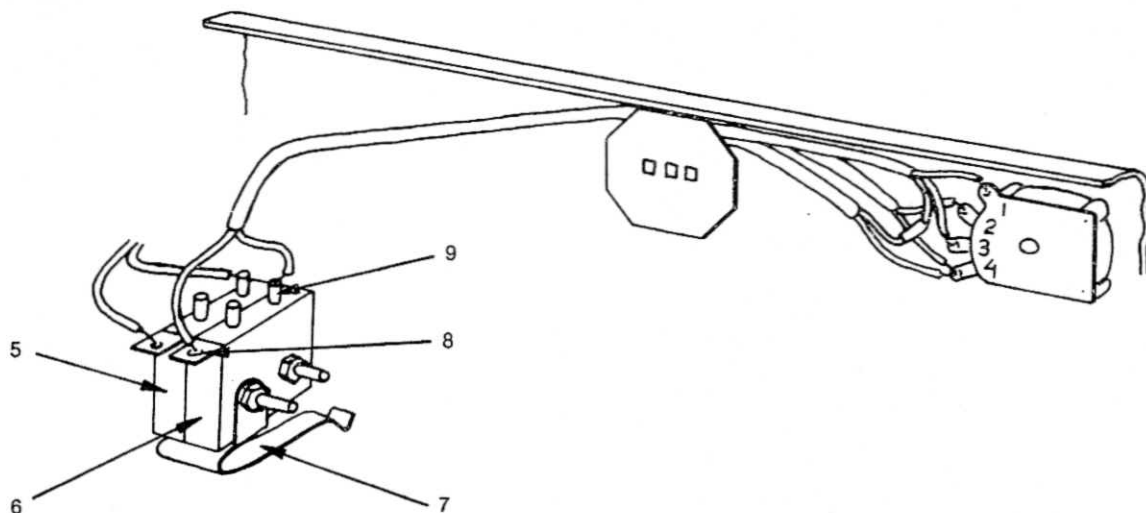

Fig. 8.6.
En ekstra mikrobryter, operert av start/stop magneten, er koplet i serie med ledningen fra potensiometeret VOLUME til utgangsførsterkerens inngang, slik at avspillerfunksjonen legges død ved stopp og tilbake-spuling. (Se fig. 8.6.) Endringen kan lett innføres på apparater med lavere serienummer.
- En skjermet 2-leder koples mellom mikrobryteren (6) og potensiometeret VOLUME (fig. 8.6). Skjermet forbindes med punkt 1 på potensiometeret.